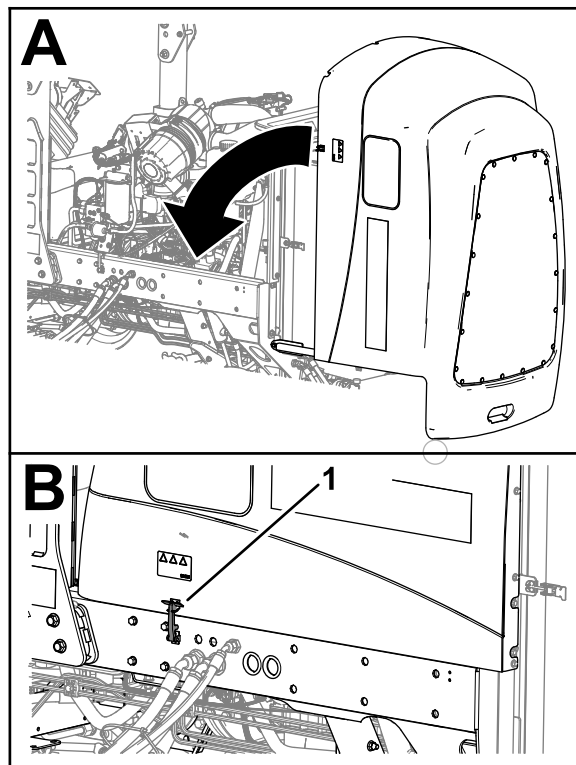

Figura 97
1. Rotii cu atenție capota pentru a o închide (Figura 97).